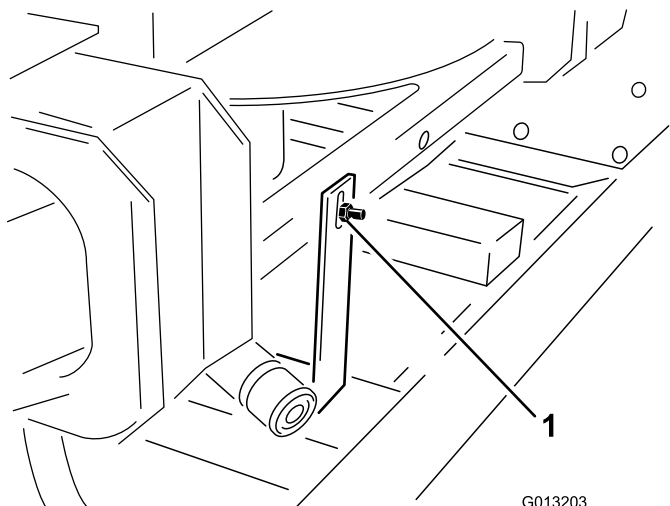

Рисунок 3
2. В задней части двухдискового разбрасывателя удалите болт и гайку, которые крепят транспортировочный кронштейн подъемного устройства машины (Рисунок 3).